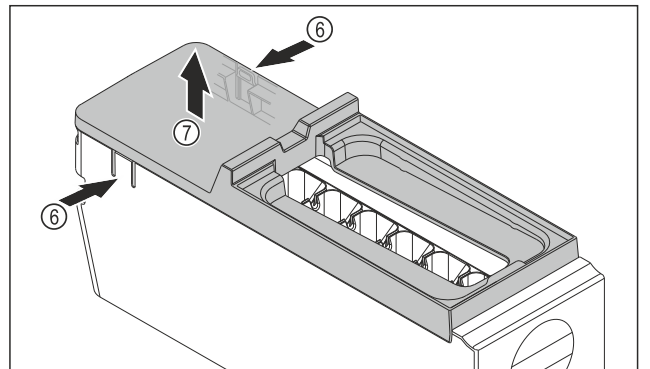

Fig. 167
- EasyTwist-Ice gövdesinin kapağını çıkarın: Kulakları Fig. 167 (6) EasyTwist-Ice gövdesinin iki kenarından bir elinizle çıkarın.
- Kapağı Fig. 167 (7) diğer elinizle yukarı doğru çıkarın.